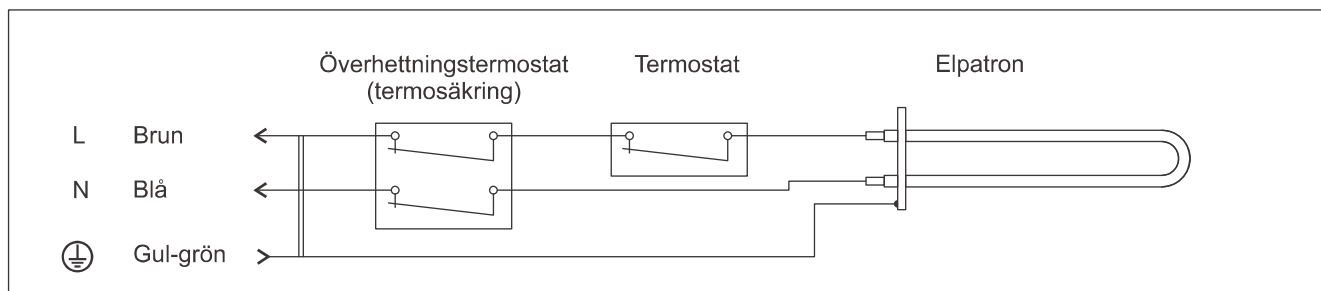

Fig. 6
4.5 Elanslutningar (se schema i fig. 6):